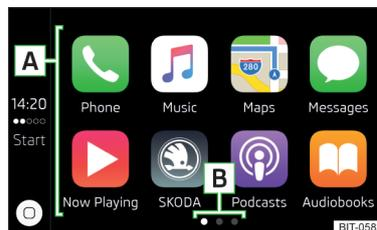

Abb. 190
- ▶ Im Hauptmenü Apple CarPlay die gewünschte Anwendung im Bereich **A** » Abb. 190 auswählen.